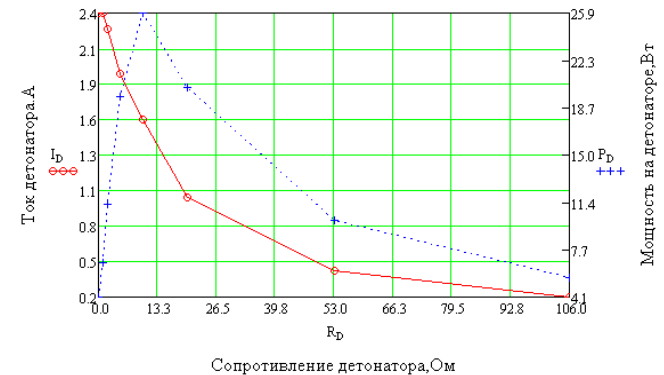

Рисунок 1. Зависимость тока на выходе ПУСК от сопротивления нагрузки (детонатора), подключенной к этому выходу.
- ток на выходе линии пуска, при сопротивлении нагрузки 1 Ом, не менее, А (см. рис.1 стр.19)	2,4